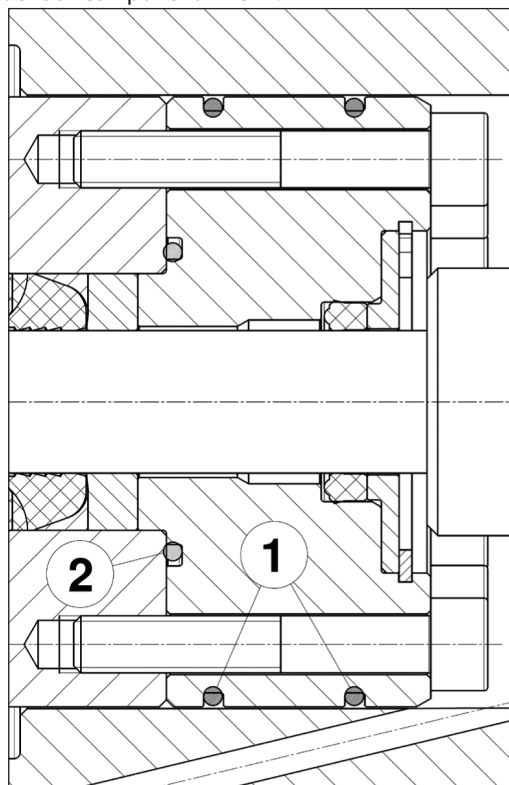
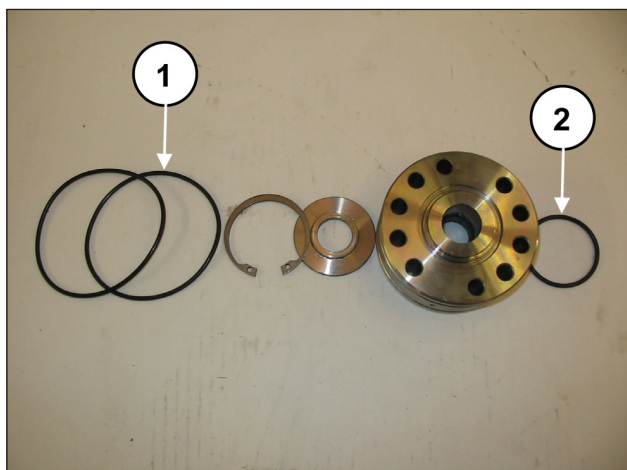

Fig. 141
Fig. 142
Rimontare il gruppo supporto tenute (Fig. 141 e Fig. 142) sostituendo i componenti ① e ②.